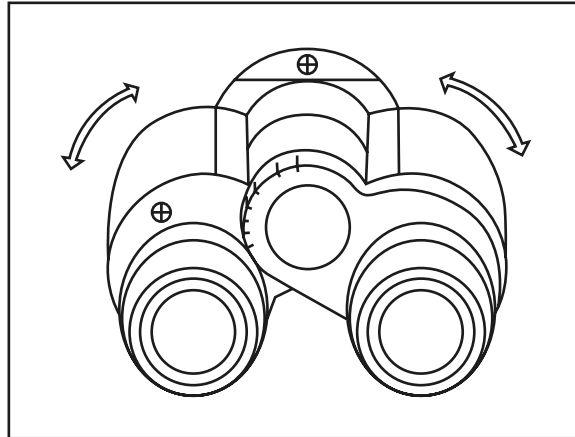

Figura 13.
1. Ajuste de la distancia interpupilar (Figura 13).